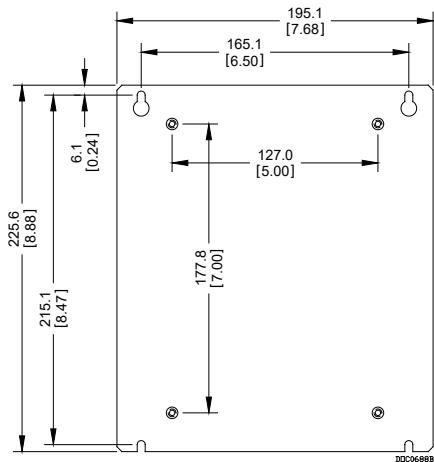

Figure 3. Dimensions du panneau
- **Unité principale montée sur le panneau d'adaptation.** Positionnez comme souhaité sur la plaque de montage du coffret et repérez l'emplacement des orifices de fixation sur la plaque en utilisant les fentes du panneau d'adaptation en tant que modèle. Pour connaître les dimensions du panneau d'adaptation, consultez la Figure 3. Percez et taraudez des trous de montage dans la plaque à l'aide d'un taraud fileté UNC 8-32. Positionnez le FB107 et le panneau d'adaptation sur les emplacements taraudés et fixez-le à la plaque à l'aide des quatre vis 8-32 UNX x 0,38 in. de long fournies. Serrez fermement les vis.